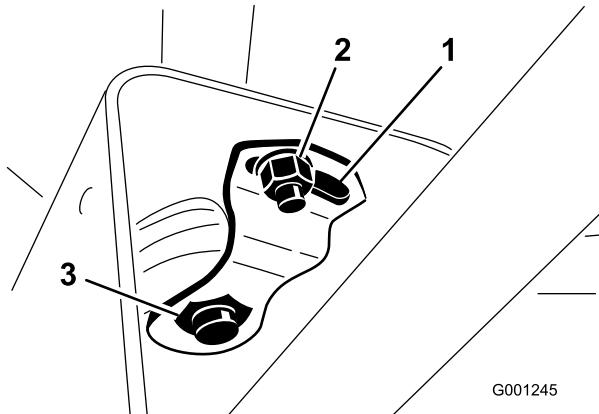

Figura 70
2. Faça deslizar a cobertura para cima, ao longo da coluna de direcção, de modo a expor o apoio da articulação (Figura 70).
3. Desaperte a porca pequena e rode o apoio da articulação até apertar a porca grande, em baixo (Figura 70).